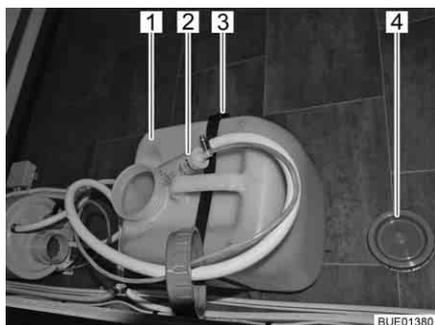

Fig. 161 Serbatoio dell'acqua 16 l
In caso di trasporto chiudere il serbatoio dell'acqua con un coperchio (Fig. 161,4).
- Estrarre la pompa dell'acqua (Fig. 161,2) dal serbatoio dell'acqua (Fig. 161,1).
- Sganciare la cinghia di arresto (Fig. 161,3).